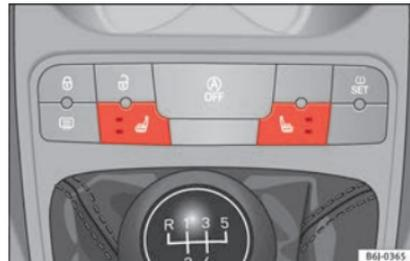

Abb. 142 Schalter für die Sitzheizung der Vordersitze.
- Zum Einschalten der Sitzheizung betätigen Sie den entsprechenden Schalter »» **Abb. 142**.
- Bei einer Betätigung wird die Heizung mit maximaler Heizleistung eingeschaltet. Die beiden LED leuchten auf »» **Abb. 142**. Nach 15 Minuten maximaler Heizleistung erlischt die obere LED. Das System wird für 2 Minuten ausgeschaltet und danach schaltet es sich wieder mit minimaler Heizleistung ein (die untere LED leuchtet ständig). »»